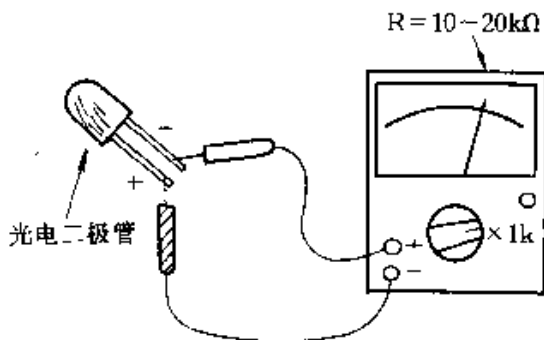

图 2 - 287
② 对调两表笔,即红表笔接光电二极管正极,黑表笔接负极。然后用一遮光物(例如黑纸片等)将光电二极管的透明窗口遮住,如图 2 - 288 所示,这时测得的是无光照情况下的反向电阻,应为无穷大。
③ 移去遮光物,使光电二极管的透明窗口朝向光源(自然光、白炽灯或手电筒等),这时表针应向右偏转至几 $k\Omega$ 处,如图